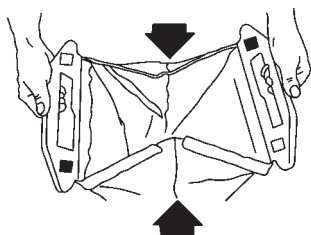

Figure 45
13. Fermez l'arrière du sac de ramassage en pliant les côtés vers l'intérieur et en réunissant les deux moitiés de la poignée arrière (Fig. 45).